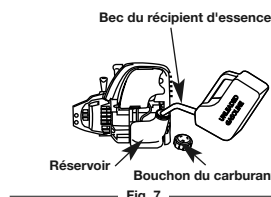

Fig. 7
Votre appareil est livré avec une bouteille d'huile SAE 30 SF, SG, SH de 90 ml (3,04 oz) (Fig. 7).
1. Dévisser le bouchon de la bouteille d'huile et retirez le papier couvrant l'ouverture. Remplacez le bouchon. Coupez la pointe de la buse de l'entonnoir (Fig. 7).